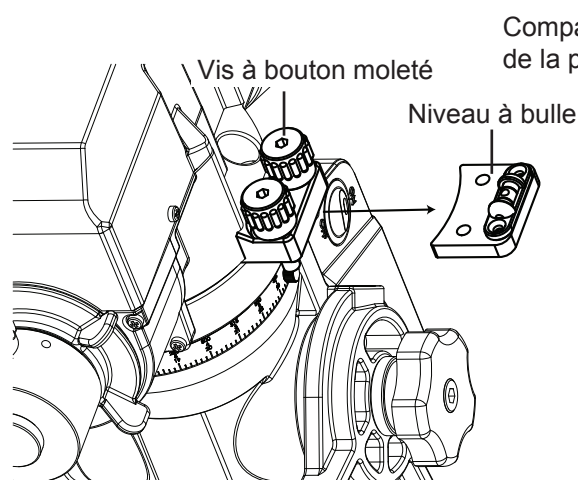
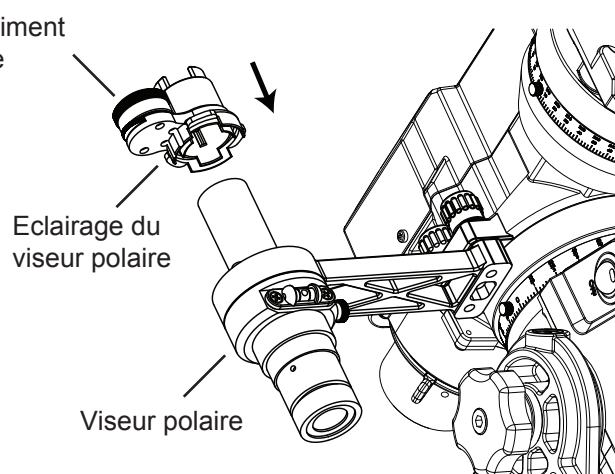

Fig. 3.1a
Fig. 3.1b
2. Desserrez les deux vis à bouton moleté qui retiennent le niveau à bulle (Fig. 3.1a). Retirez-le et installez le kit du viseur polaire à sa place. Installez aussi l'éclairage à l'avant du viseur polaire (Fig. 3.1b).
1. Desserrez les 2 vis à bouton moleté (Fig. 3.1a), mettez le niveau à bulle du viseur polaire de niveau puis resserrez les 2 vis à bouton moleté.